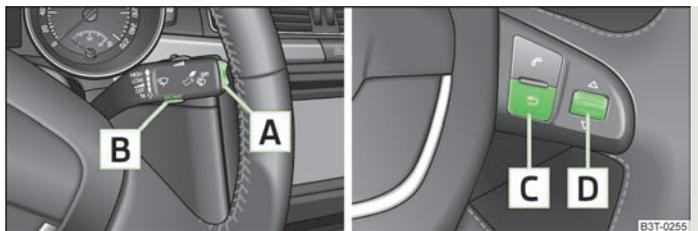

Fig. 7 Indicação multifuncional: Elementos de comando na alavanca do limpavidros / elementos de comando no volante multifunções
A comutação da memória é executada através do botão » Fig. 7 na alavanca do limpa-vidros ou através da roda de regulação » Fig. 7 no volante multifunções.
O botão basculante » Fig. 7 e o botão encontram-se na alavanca do limpavidros. A comutação e a reinicialização no volante multifunções são executadas através da roda de regulação » Fig. 7.
Se a temperatura exterior descer abaixo de +4 °C, aparece antes da indicação da temperatura um símbolo de um floco de neve (sinal de aviso de gelo), sendo emitido um sinal de aviso acústico. Ao carregar no botão basculante na alavanca do limpavidros » Fig. 7 ou no botão no volante multifunções » Fig. 7, aparece a última função indicada.
No visor aparece o tempo de condução desde a última vez que a memória foi apagada. Se desejar conhecer o tempo de condução a partir de um determinado ponto, a memória tem de ser reposta a zero nesse momento carregando no botão na alavanca do limpavidros » Fig. 7 ou na roda de regulação no volante multifunções » Fig. 7, durante mais de 1 segundo.
Se desejar conhecer o consumo médio de combustível durante um determinado período de tempo, a memória tem de ser reposta a zero no início da medição através do botão **B** na alavanca do limpa-vidros » Fig. 7 ou através da roda de regulação **D** no volante multifunções » Fig. 7. Depois de apagar a memória, aparecem, durante os primeiros 100 m, traços no visor.
No visor aparece a distância percorrida desde a última vez que a memória foi apagada » Página 15. Se desejar conhecer a distância percorrida a partir de um determinado ponto, a memória tem de ser reposta a zero nesse momento carregando no botão **B** na alavanca do limpa-vidros » Fig. 7 ou na roda de regulação **D** no volante multifunções » Fig. 7.
No visor é indicada a velocidade média em km/h, desde a última vez que a memória foi apagada » **Página 15**. Se desejar conhecer a velocidade média durante um determinado período de tempo, a memória tem de ser repostada a zero no início da medição através do botão **B** na alavanca do limpa-vidros » **Fig. 7** ou através da roda de regulação **D** no volante multifunções » **Fig. 7**.
- ▶ Com o botão **A** na alavanca do limpa-vidros » **Fig. 7** ou através da roda de regulação **D** no volante multifunções » **Fig. 7**, seleccione o item do menu **Aviso ao ultrapassar a velocidade**.